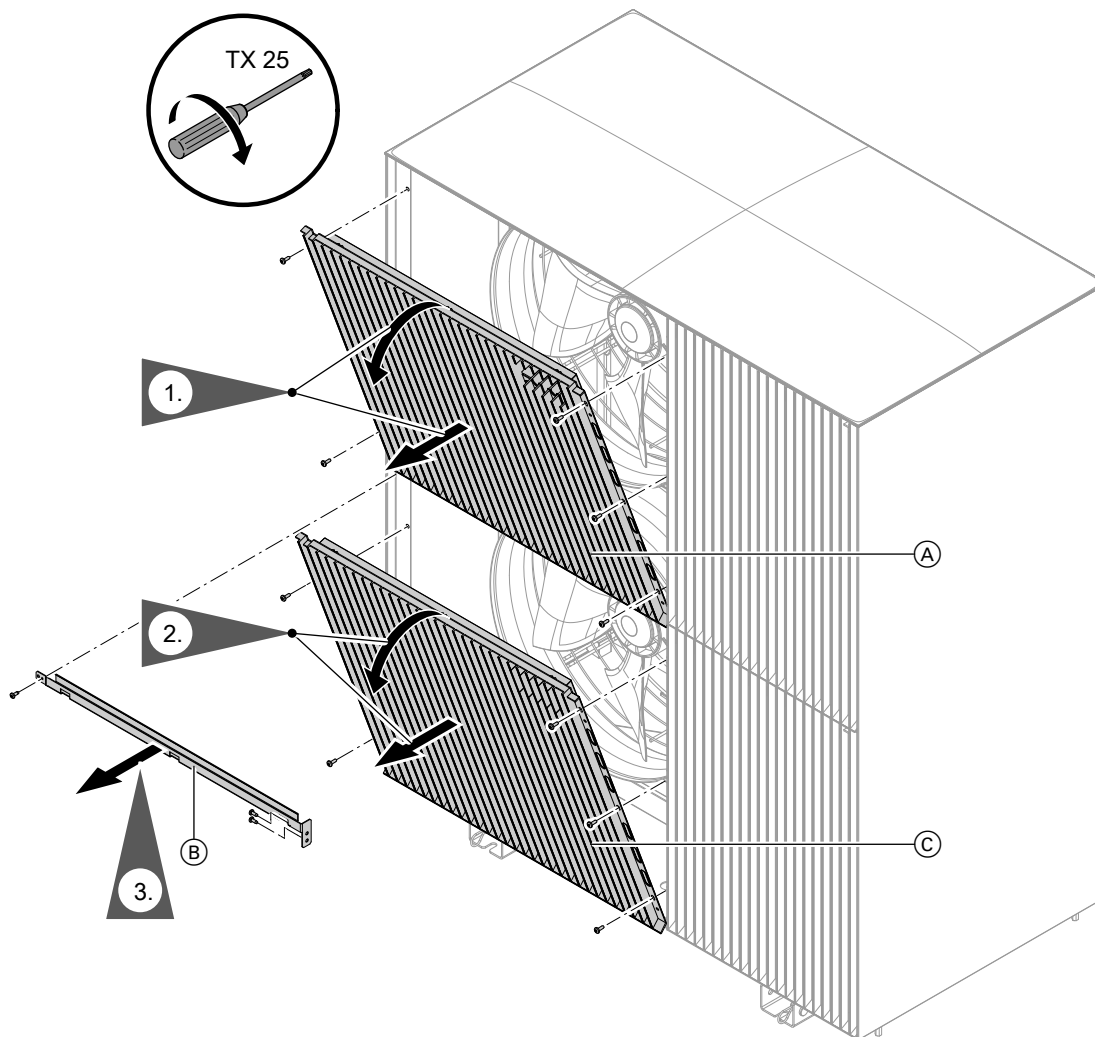

Abb. 118
3. Schutzgitter Ventilatoren und Versteifungswinkel abbauen: Siehe Abb. 118.